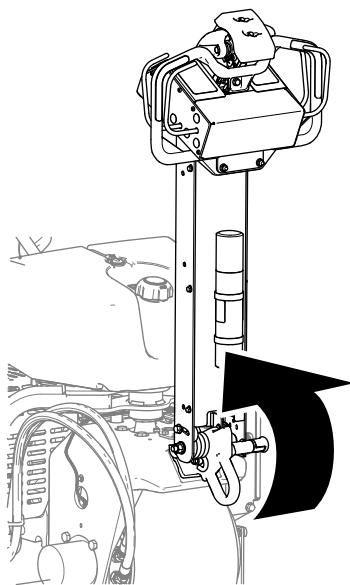

Figura 72
- Elevé totalmente el manillar para accionar el freno de estacionamiento (Figura 72).